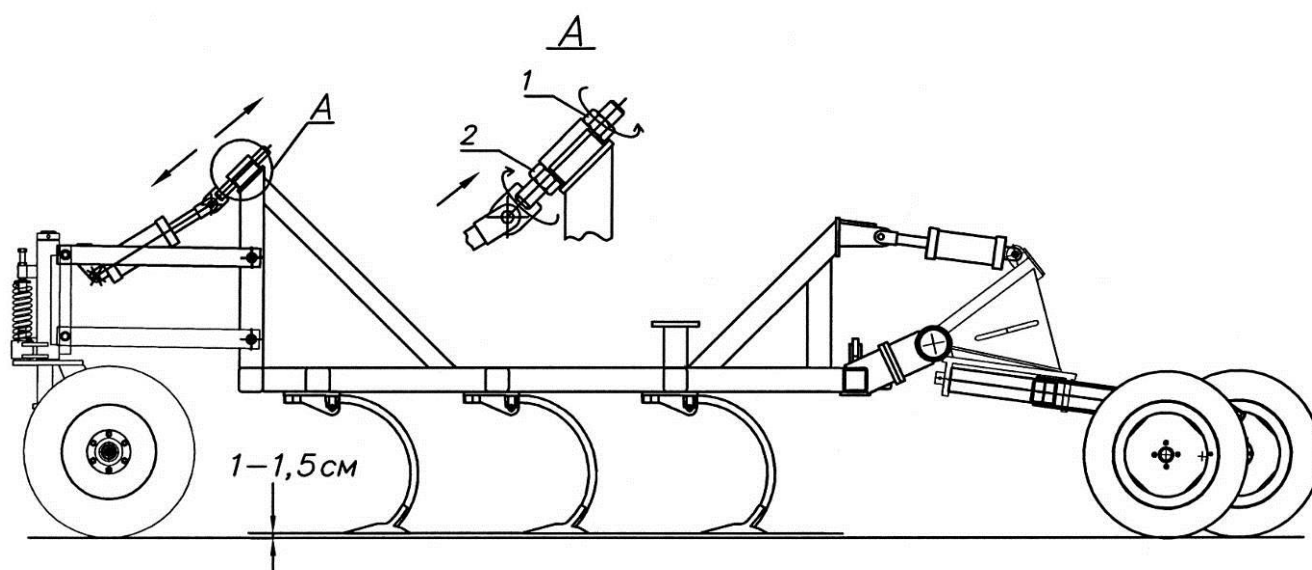

Рис. 5.1.7. Регулировка уровня рабочих органов главной рамы
2. Установить на штоки всех гидроцилиндров регулировки глубины одинаковые наборы ограничителей, например, ограничители толщины 38,1; 19,1; 15,9 и 12,7 мм (п. 6.10). Прокачать гидроцилиндры и выставить рабочие органы центральной и боковых рам на одном уровне над землей (рис. 5.1.7). Прокачивать гидросистему необходимо также после каждой транспортировки культиватора для проверки уровня рам. Окончательное нивелирование рам (рабочих органов) производится в поле по действительной глубине обработки. Перед выездом в поле проверить гидросистему на отсутствие утечки масла.
1. Опустить агрегат так, чтобы лемехи (лапы) главной и крыловых рам находились на уровне 1–1,5 см от земли (рис. 5.1.7).